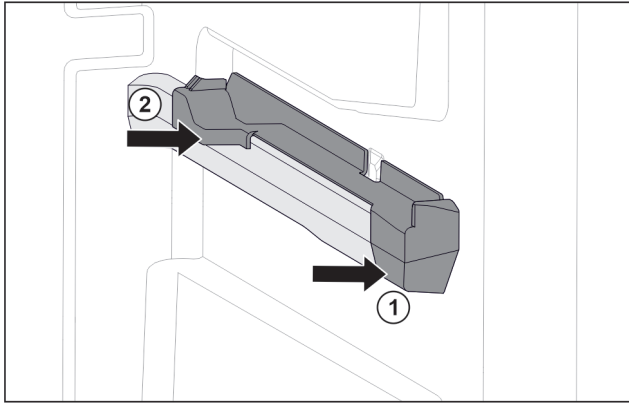

Fig. 103 右侧容器肋梁上的插装件
- ▶ 将插装件前部放到容器肋梁上。 Fig. 103 (1)
- ▶ 压紧插装件后部。 Fig. 103 (2)